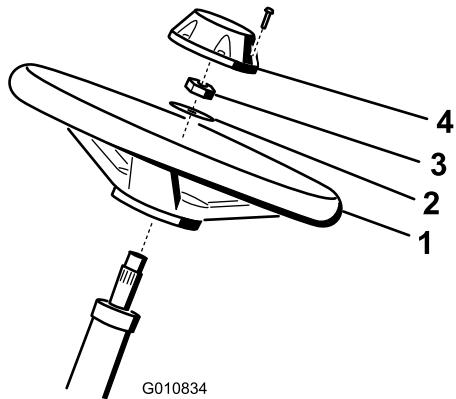

Figura 5
- Faça deslizar o volante para a coluna de direção (Figura 5).
- Faça deslizar a anilha para a coluna de direção (Figura 5).
- Fixe o volante na coluna com uma porca de bloqueio e aperte-a com 27–35 N m (Figura 5).
- Instale a tampa no volante e fixe-a com 6 parafusos (Figura 5).